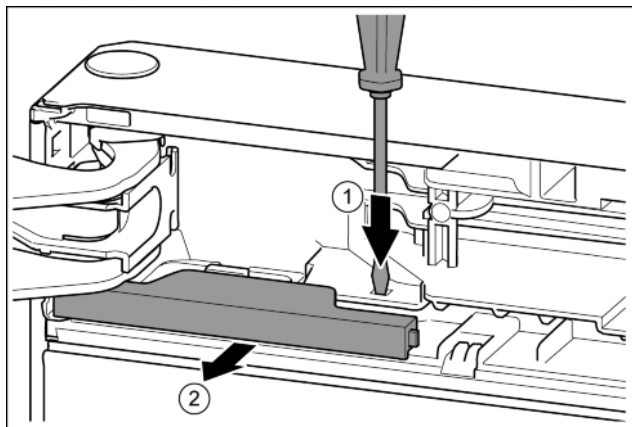

Fig. 11
- ▶ Nakładkę wcisnąć przy pomocy śrubokręta. Fig. 11 (1)
- ▶ Wyciągnąć osłonę z blokady. Fig. 11 (2)